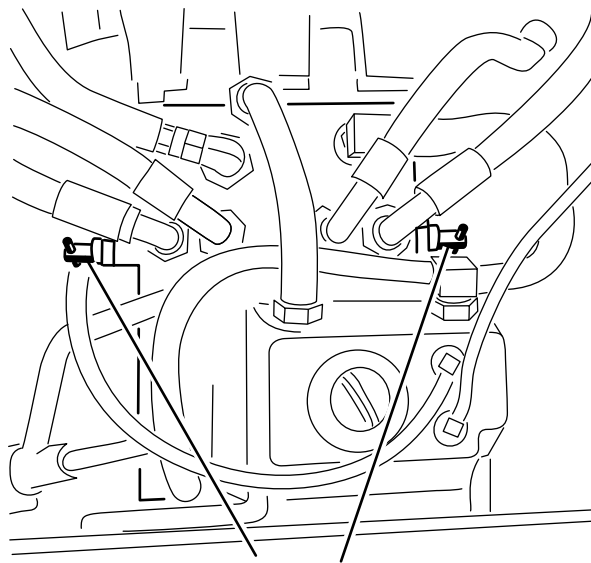

Bild 38
3. Drehen Sie jedes Sicherheitsventil eine Umdrehung nach links (Bild 38).
Drehen Sie jedes Sicherheitsventil um eine Umdrehung nach rechts und ziehen Sie sie mit der Hand fest (ungefähr auf 8 Nm) (Bild 38).